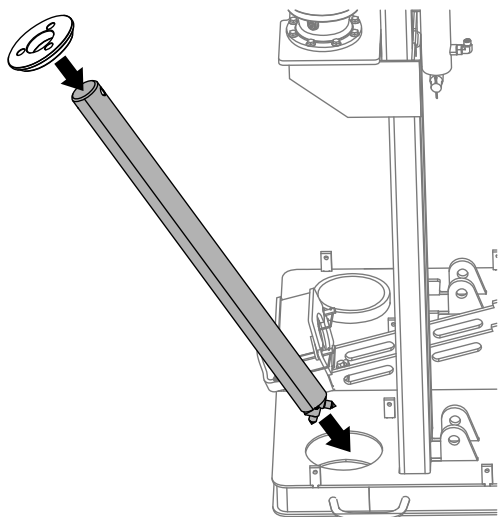

Рисунок 6
1. Надвиньте направляющую стойки на верх стойки для скальных пород и поместите стойку на машину, как показано на Рисунок 6.